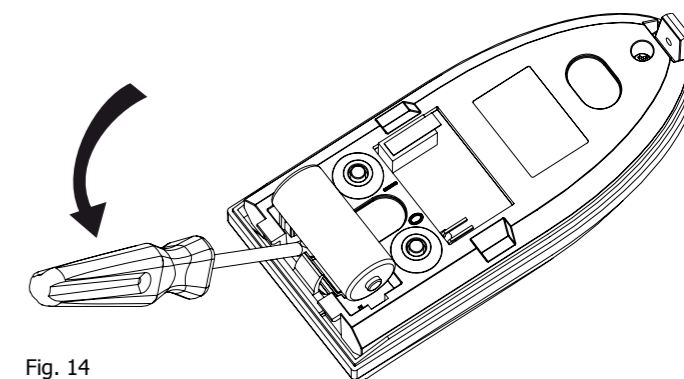

Fig. 14
- 3) Rimuovere la batteria facendo leva con un cacciavite a taglio nell'apposita fessura posta sulla parte superiore dell'alloggiamento batteria come indicato in Fig. 14 a Pag. 16